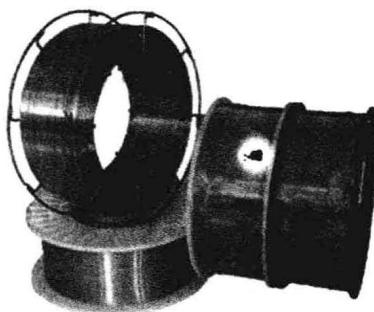

图 1-6 CO_2 气体保护焊焊丝
(2) CO_2 气体保护焊焊接过程中产生的熔渣极少, 多层多道焊时层间不必清渣。
(3) CO_2 气体保护焊采用整盘焊丝(图 1-6), 焊接过程中不必更换焊丝, 因此减少了停弧更换焊条的时间, 既节省了填充金属(没有焊条头的丢失), 又减少了引燃电弧的次数, 大大降低了因停弧产生焊接缺陷的可能性。